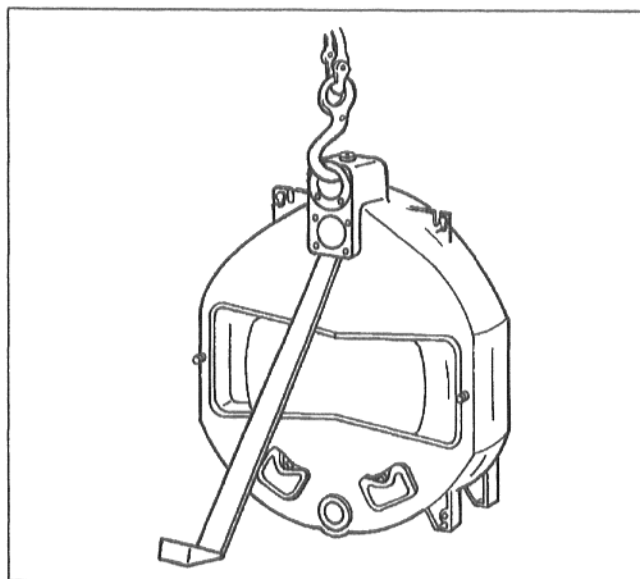

Рис. 7
- Установить заднюю секцию, выровнять ее положение и закрепить от опрокидывания (Рис. 7).